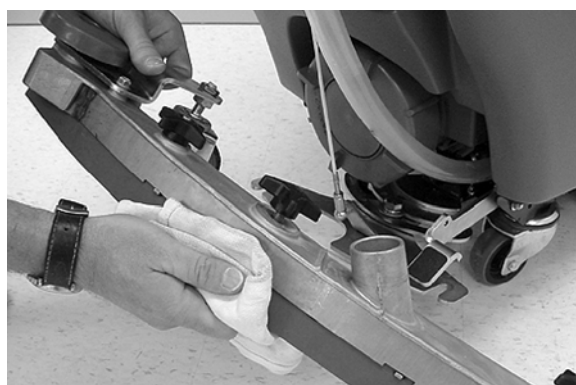

FIG. 48
7. Essuyez les lames du racloir (Figure 48). Entreposez le bloc de racloir en position relevée, afin d'éviter l'endommagement de la lame.